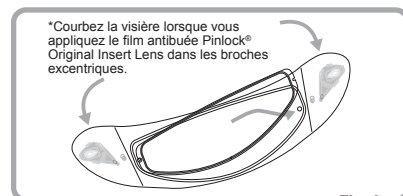

Fig. 3
2. Aplanissez complètement la visière avec précaution. Ensuite, encliquez l'autre côté du film antibuée Pinlock® Original Insert Lens dans les broches excentriques, puis laissez la visière reprendre doucement sa forme incurvée initiale. Assurez-vous que le film antibuée Pinlock® Original Insert Lens se loge correctement à l'intérieur du châssis (Fig. 3, 4 et 5). (Suite de la procédure au point 3 à la page suivante)